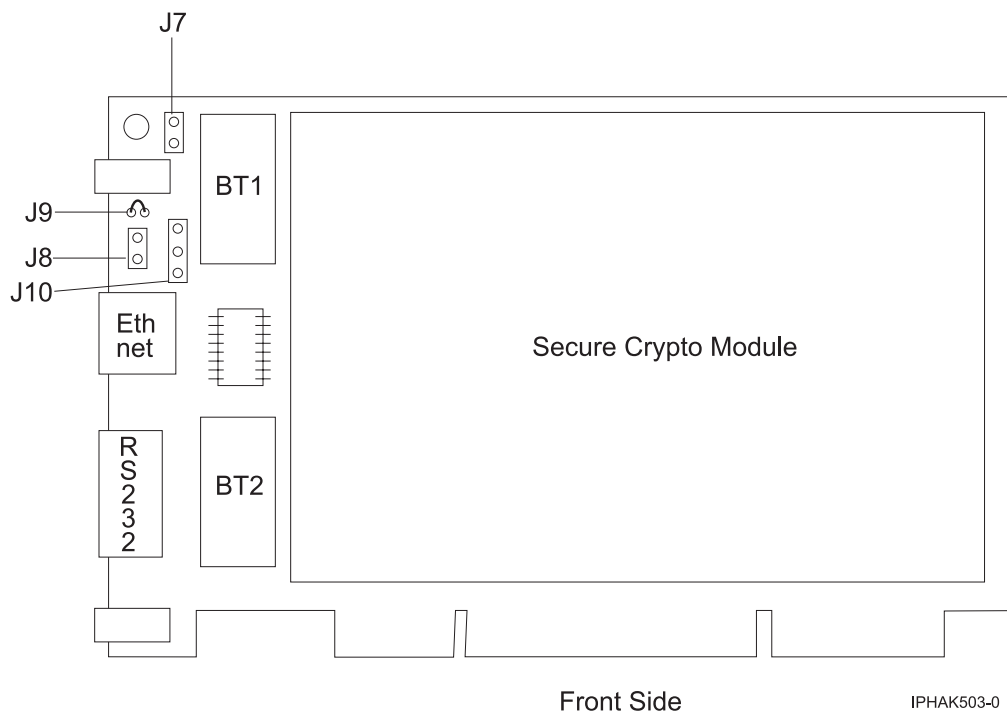

Figura 78. Lado frontal do adaptador
6. Insira uma das novas baterias na bandeja de bateria fornecida com o kit. Alinhe o + na bateria com o + na bandeja da bateria (a extremidade com o fio vermelho). Conecte os fios da bandeja ao conector J10 localizado próximo à porta serial RS-232, como mostrado em Figura 78 na página 256. O conector é polarizado para assegurar uma conexão correta.